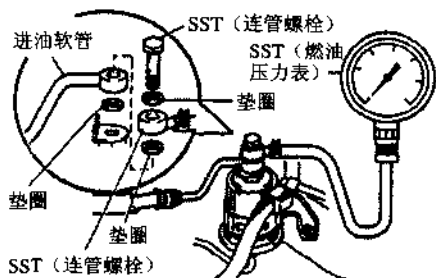

图 2.23 安装燃油压力表
④ 将燃油进油软管和专用维修工具 SST（燃油压力表）装到燃油滤清器的出口上。安装时，应使用 3 个新密封垫圈和 SST（连管螺栓），连管螺栓的拧紧力为 $29 \text{ N} \cdot \text{m}$ ，如图 2.23 所示。
⑤ 擦净漏出的汽油，然后再连接蓄电池负极搭铁线。
⑥ 连接诊断插座的+B与FP端子。
⑦ 接通点火开关（转至 ON 位），读出压力表的读数。标准的燃油压力为 $301 \text{ kPa} \sim 347 \text{ kPa}$ 。如果燃油压力过高，应更换燃油压力调节器；如果燃油压力过低，应检查燃油软管、管接头、燃油泵、燃油滤清器和燃油压力调节器。
⑧ 从诊断插座上拆下诊断检查线。
⑨ 启动发动机，在发动机怠速运转的情况下，读出燃油压力表的读数。怠速时的燃油压力应为 $301 \text{ kPa} \sim 347 \text{ kPa}$ 。
⑩ 让发动机熄火。
⑪ 在发动机熄火后 5min 时，检查压力是否保持在规定的压力值上。规定的保持压力值是 147 kPa 。如果压力达不到规定，应检查燃油泵、燃油压力调节器和喷油器。